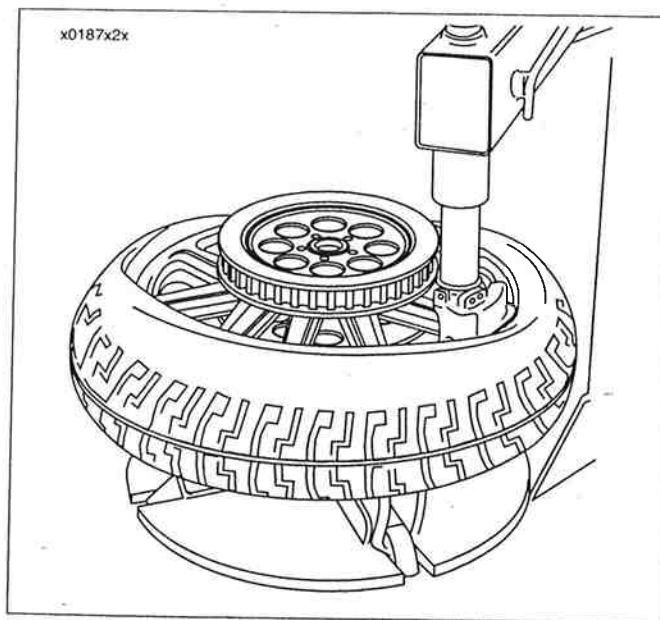

Figura 2-66. Extracción del neumático del aro
5. Vea la Figura 2-66. Empuje el reborde inferior dentro de la cavidad del aro, en un lado, e inserte la herramienta para neumáticos por debajo del reborde del lado opuesto. Haga palanca para sacar el reborde del neumático por encima del borde del aro. Extraiga el neumático del aro.